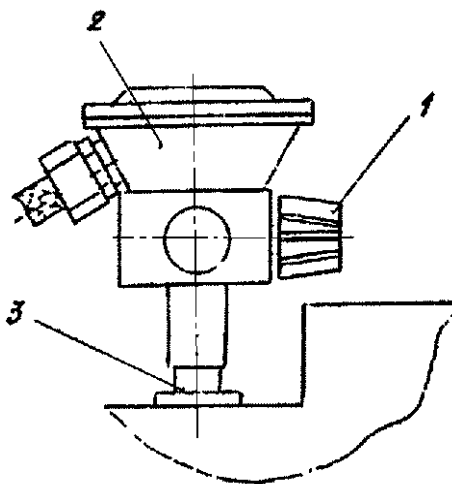

Рис. 7-Подсоединение кислородно-воздушного смесителя к аппарату
4.2 Кислородно-воздушный смеситель (рис. 7) предназначен для использования в палатах интенсивной терапии при необходимости обогащения дыхательной смеси кислородом.
Процентное содержание кислорода, устанавливаемое ручкой 1 (рис.7), поддерживается автоматически и не меняется при изменении \dot{V} или f (в пределах \dot{V} от 8 до 25 л мин⁻¹ и f от 10 до 60 мин⁻¹ или F в пределах от 15 до 50 л мин⁻¹) и давления питания кислорода (в пределах от 1 до 2 атмосфер).